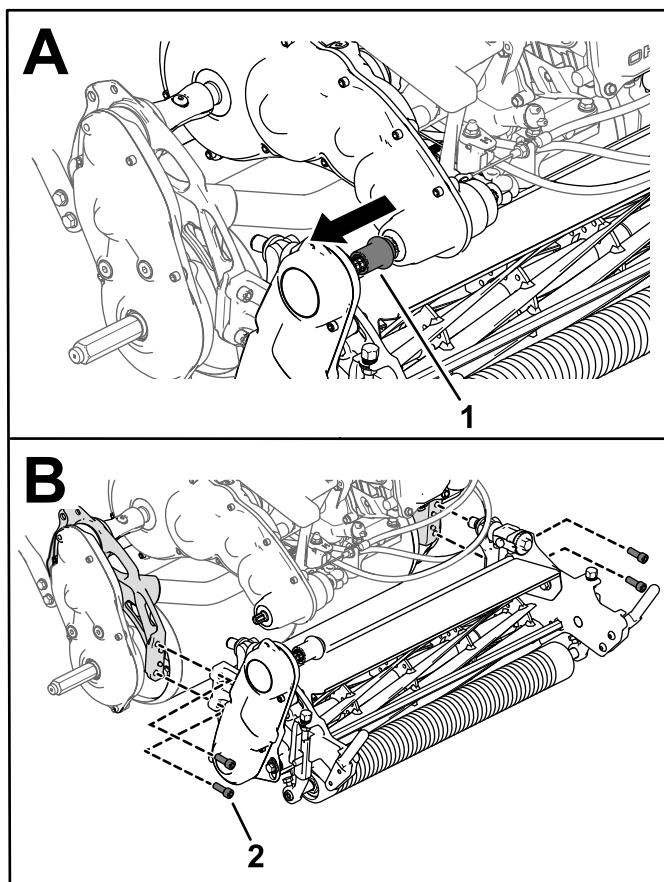

Figura 51
3. Rilasciate l'accoppiatore della trasmissione dell'apparato di taglio dall'albero di trasmissione (Figura 51).
4. Rimuovete le viti a testa incassata che fissano l'apparato di taglio al telaio (Figura 51).